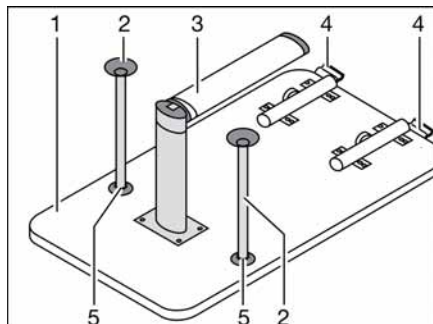

Fig. 90 Sommier de lit
- Soulever légèrement le plateau de table (Fig. 90,1) à l'avant d'env. 45°.
- Rabattre la partie inférieure du pied de table à joint (Fig. 90,3) de 90°. Suivant le modèle, tirer la partie inférieure du pied de table vers le bas ou appuyer sur le bouton de déverrouillage.
- Appuyer sur le bouton de déverrouillage (Fig. 90,4) sur le dispositif de verrouillage.
- Suivant le modèle, enfoncer les deux pieds d'appui supplémentaires (Fig. 90,2) dans les fixations (Fig. 90,5) sur le dessous du plateau de table.